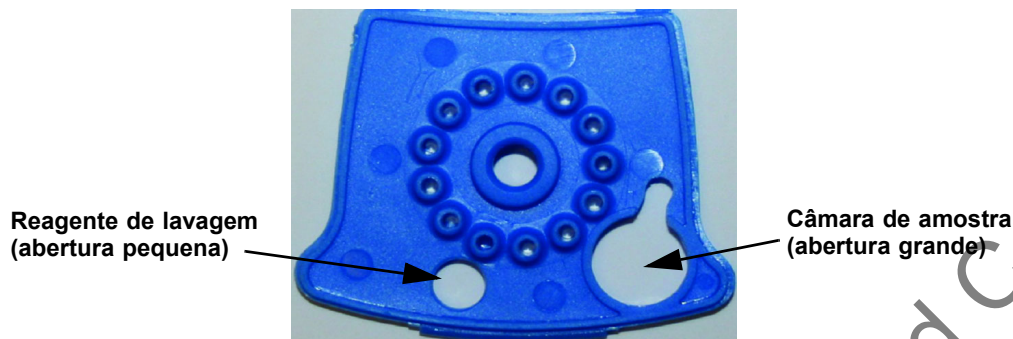

Figura 1. Cartucho Xpert BCR-ABL Ultra (vista superior)
3. Abra o cartucho levantando a tampa e transfira todo o conteúdo da ampola do reagente de lavagem (1) para a câmara do reagente de lavagem (com a abertura pequena). Ver Figura 1.
4. Pipete a totalidade da amostra preparada para a câmara de amostra (abertura grande). Ver Figura 1.
14. Ao novo tubo cónico contendo a amostra do controlo externo, adicione 1,5 ml de reagente de lise (LY) conservado no Passo 7.
19. Abra o cartucho levantando a tampa e transfira todo o conteúdo da ampola do reagente de lavagem (1) para a câmara do reagente de lavagem (com a abertura pequena). Ver Figura 1.
20. Pipete a totalidade do controlo externo preparado para a câmara de amostra (abertura grande). Ver Figura 1.